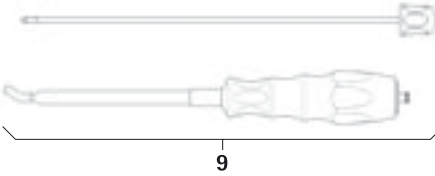

Afb. 4
- Demonteer de distractor **8** met de distractiebladen, zie Afb. 4: druk de schuifkoppeling **B** in en verwijder het distractieblad FW239R.